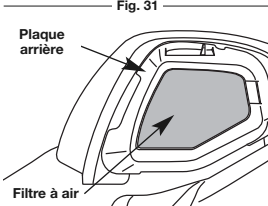

Fig. 32
2. Retirez le filtre à air (Fig. 32).
6. Remplacez le filtre à air dans la plaque de base (Fig. 32).